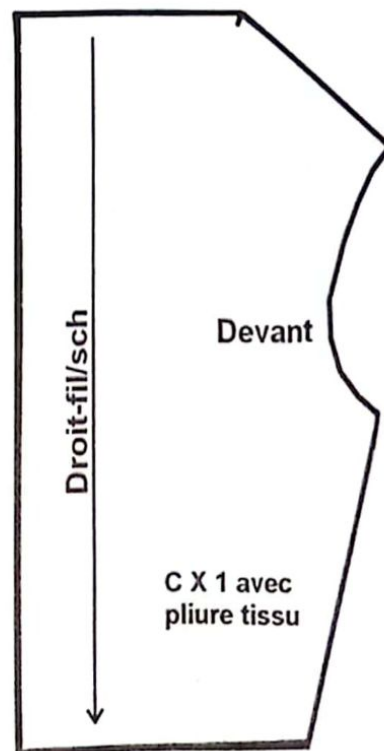

FIG. 3
- 5) Relevez le patron fini du col (fig.3) et ajoutez les valeurs de couture.